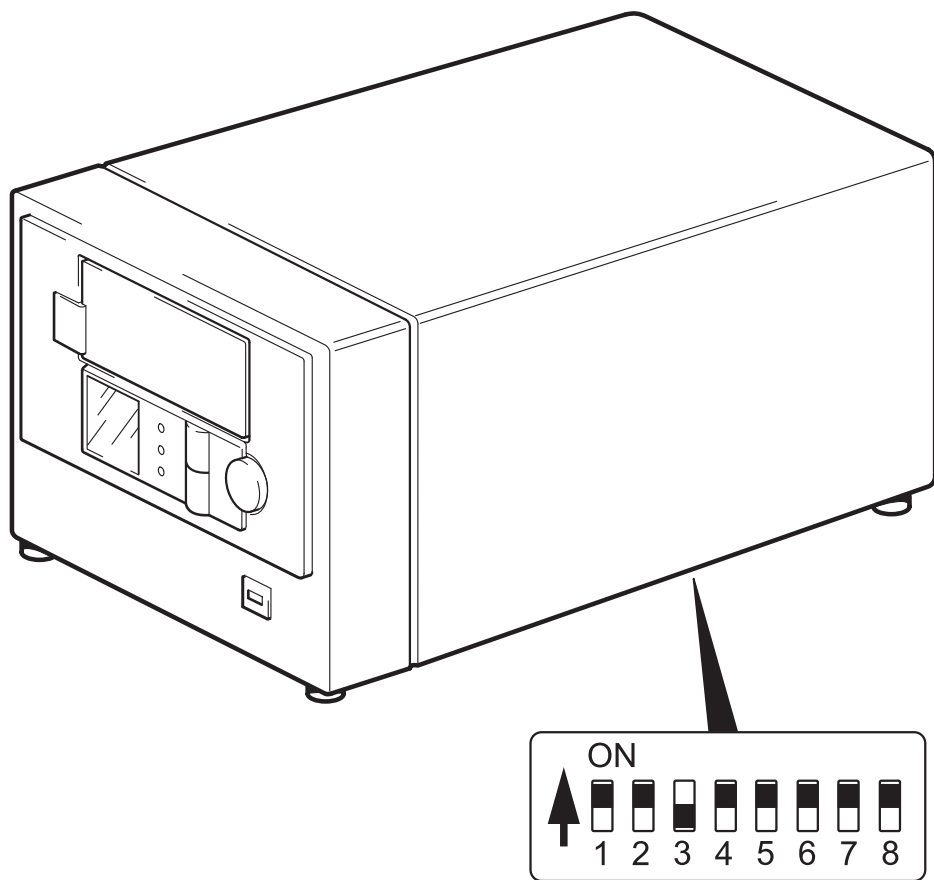

図 5: UNIX コンフィグレーション・スイッチの設定
- 2 UNIX の設定に必要な場合、オートローダの下側にあるコンフィグレーション・スイッチを、図 5 に示されているデフォルト設定から変更します。